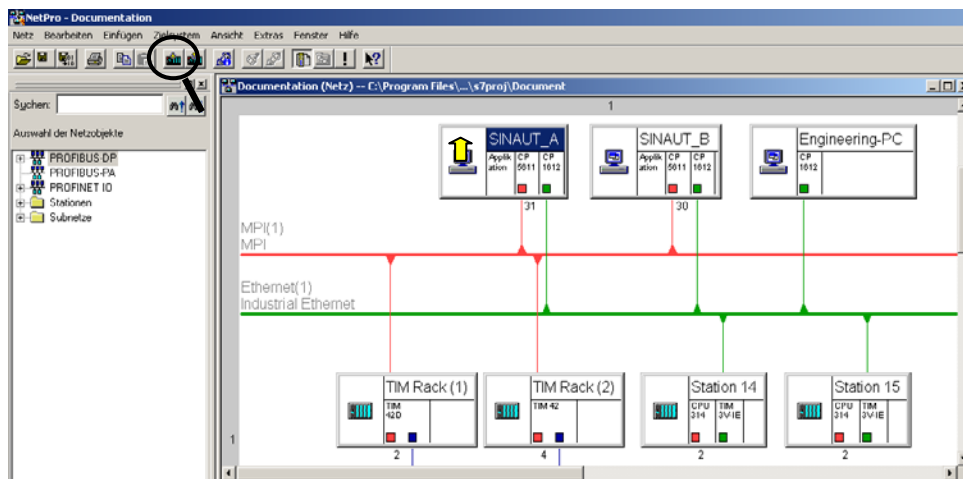

Bild 2-29 Konfigurationsdaten in die PC-Station SINAUT_A laden
3. Klicken Sie im SIMATIC NetPro auf den SINAUT-PC den Sie mit den Konfigurationsdaten laden wollen, sodass der Name des PC blau hinterlegt ist (siehe Bild 2-29).
4. Klicken Sie in der Funktionsleiste auf das Symbol *Laden der markierte(n) Station(en)* (siehe Bild 2-29).